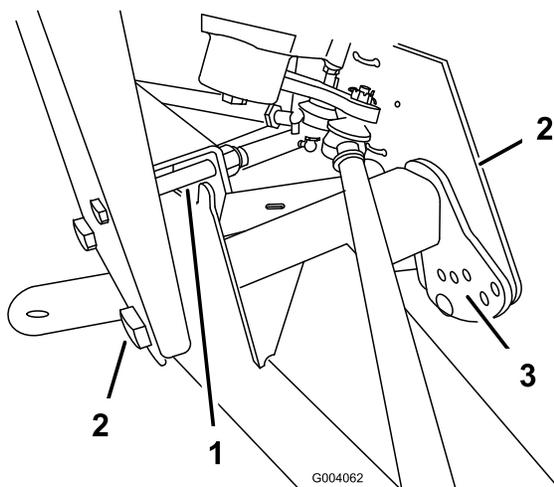

Figure 40
- Enlevez le boulon limiteur de course (Figure 40).
- Desserrez les boulons de centrage dans le bras triangulé avant (Figure 40).
- Retirez le boulon de réglage de hauteur de caisse (Figure 40).
5. Tournez le bras triangulé avant à la position voulue (voir la note ci-après), puis remettez en place le boulon de réglage de hauteur de caisse (Figure 40).
7. Reposez le boulon limiteur de course (Figure 40).